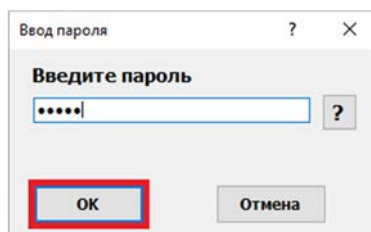

Рисунок 53 – Окно «Ввод пароля»
2. Введите пароль (по умолчанию «22222») и нажмите «ОК» (см. рисунок 53).